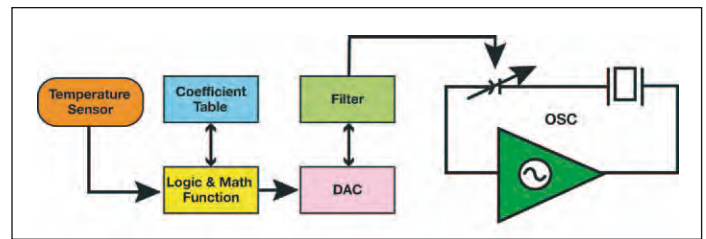

Bild 3: Digital temperaturkompensierter Quarzoszillator
- ADTCXO: Analog/Digital temperaturkompensierter Quarzoszillator (Bild 3, hier gezeigt mit der Ausnahme, dass DAC und Logik durch eine kubische Funktion bzw. durch Analogverstärker ersetzt werden)
- DTCXO: Digital temperaturkompensierter Quarzoszillator (Bild 3)
Der in Abb. 3 dargestellte ADTCXO kommt derzeit überwiegend in der Mobiltelefonindustrie zur Anwendung und ist in Größen von $5 \times 3,2 \times 1,5$ mm
und kleiner lieferbar. Diese Oszillatoren werden ebenfalls dank ihrer geringen Größe und niedrigen Kosten in vielen anderen Applikationen eingesetzt. Allerdings müssen Entwickler bei digital kompensierten Quarzoszillatoren (DTCXO) berücksichtigen, dass mit der DTCXO-Ausführung gemäß Abb. 3 und den anderen digitalen Implementierungen Phasensprünge auftreten, wenn der Oszillator aufgrund einer erfassten Temperaturschwankung eine Korrektur ausführt. Dank ihres analogen „Back-Ends“ führt die in Bild 3 gezeigte ADTCXO-Version keine Phasensprünge aus.